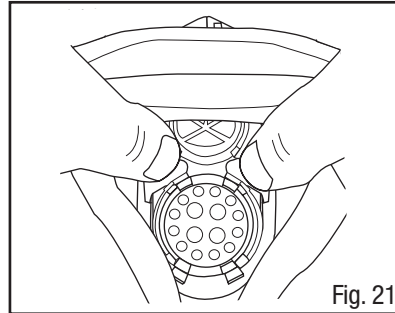

Fig. 21
2. Para reemplazar, coloque el ensamble de copa nasal en el ensamble del visor al alinear el anillo de plástico rígido en la copa nasal con el ensamble del visor y presionar con firmeza en las lengüetas centrales hasta que la copa nasal quede abrochada y asentada en su lugar (Fig. 21).
9. Reemplace el ensamble de copa nasal (Fig. 21).
6. Reemplace el ensamble de copa nasal (Fig. 21).
13. Reemplace el ensamble de copa nasal (Fig. 21).